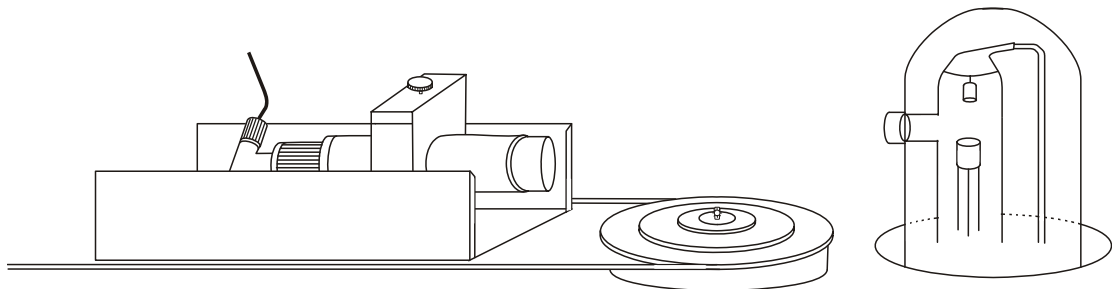

Fig. 3 Montagem do contador Geiger-Müller no braço de medição
- Colocar o suporte para tubo contador no quadro para slides no braço de medição e fixar com a pinça de mola (veja fig. 3)